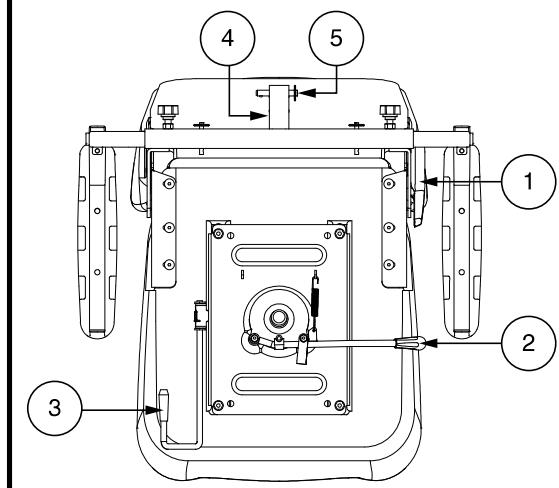

Abb. 20. Sitzstellungen – Stil B
Um die verstellbare Rückenlehne einzustellen, befolgen Sie diese Schritte. Siehe Abb. 20.
1. Drehen Sie den Hebel zur Verstellung der Sitzposition nach aussen. Siehe Abb. 20.
Der Armlehnenwinkel Ihres Elektromobils kann nach oben oder nach unten verstellt werden. Siehe Abb. 20.
Die Zubehörhalterung am Heck ermöglicht es Ihnen, persönliche Zubehörkomponenten wie Korb, Gehhilfe oder Sauerstofftank hinter dem Elektromobil anzubringen. Verwenden Sie den Sicherungsstift, um das Zubehörteil sicher an der Halterung zu befestigen. Siehe Abb. 20. Für weitere Informationen wenden Sie sich an Ihren Vertragshändler.